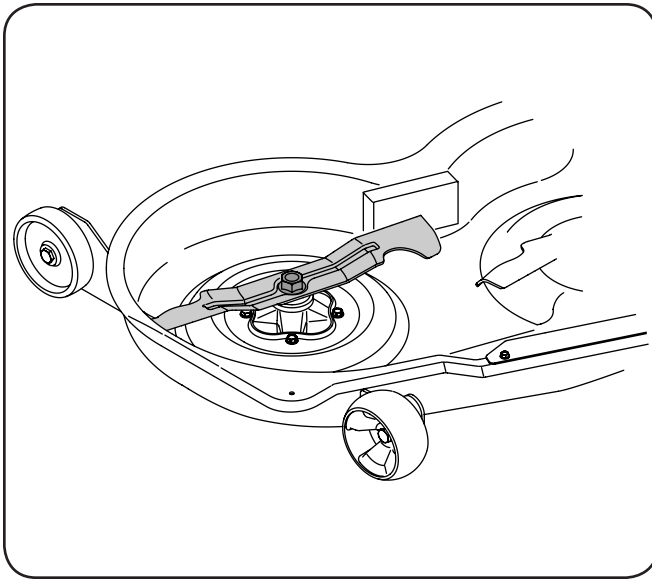

Figure 7-9
- Placez un morceau de bois entre le boîtier du plateau de coupe et la lame de coupe pour empêcher tout mouvement. Voir Figure 7-9.
- Retirez l'écrou à bride qui fixe la lame à la fusée assemblée. Voir Figure 7-9.